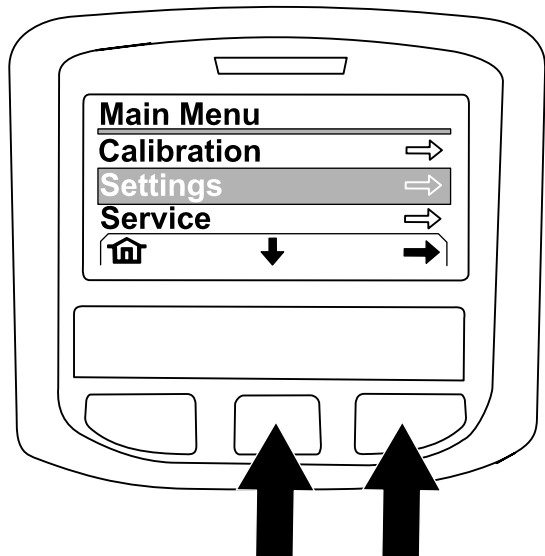

Figura 225
4. Nella schermata MENU PRINCIPALE, premete il pulsante centrale per navigare all'opzione IMPOSTAZIONI, poi premete il pulsante destro per selezionare l'opzione (Figura 225).